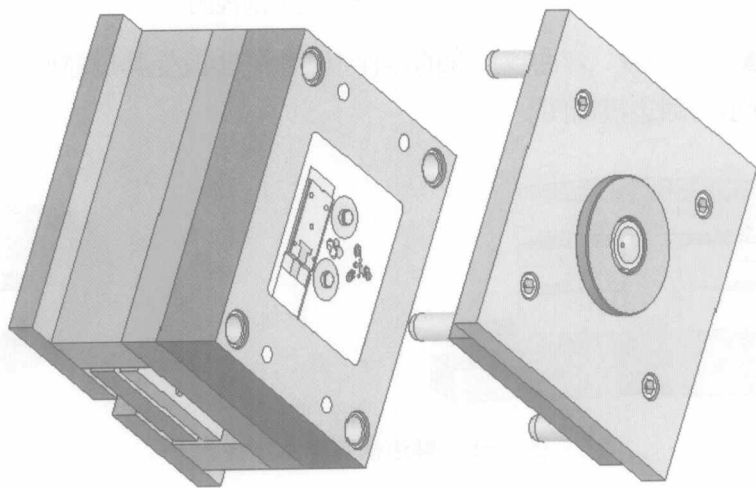

图1-10 注塑模的结构形式
① **注塑模** 将塑料放入注射机的专用加料腔内加热,在螺杆的推动下加压,使软化的塑料经过浇注系统挤入模具的型腔内,从而制成塑料制件。图1-10所示为注塑模的结构形式。